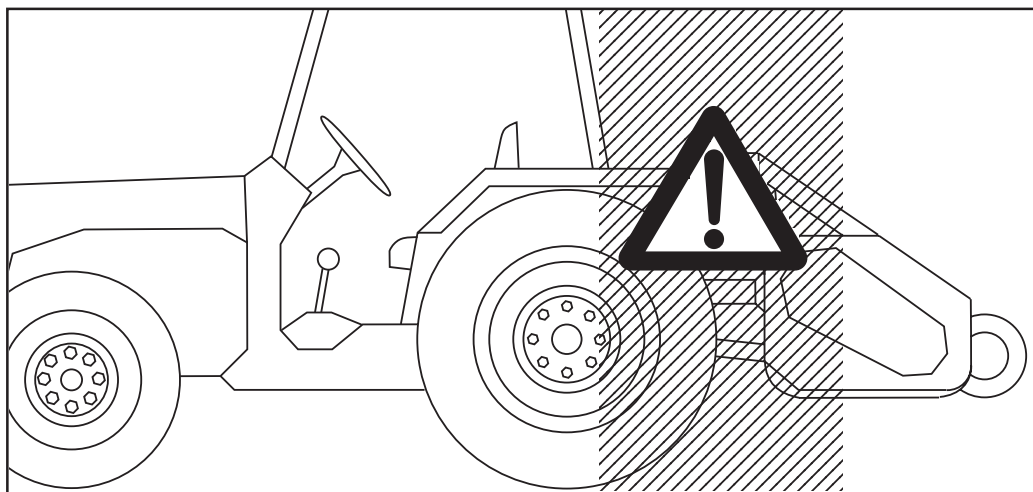

Fig. 7
- 24) È assolutamente vietato interporre tra il trattore e la macchina (Fig. 7) con motore acceso e cardano inserito nonché senza aver azionato il freno di stazionamento ed aver inserito, sotto le ruote, un ceppo o un sasso di bloccaggio. Mantenersi ad una distanza di sicurezza dalla macchina in lavoro, per possibili lanci di corpi contundenti.
- 28) È assolutamente vietato interporre fra il trattore e l'attacco della macchina per manovrare il comando dall'esterno per il sollevamento (Fig. 7).
- 24) *It is absolutely forbidden to stand between the tractor and the implement (Fig. 7) when the engine is running and the cardan shaft is engaged without having first engaged the hand brake and placed a block or stone under the wheels to prevent them from moving. Keep a safe distance from the shredder at work to avoid being hit by possible flying stones, etc.*
- 28) *It is absolutely forbidden to stand between the tractor and the implement when manoeuvring the lift control from the outside (Fig. 7).*
- 24) Es ist absolut verboten, bei laufendem Motor und eingeschalteter Gelenkwelle zwischen den Schlepper und das Gerät zu treten (Abb. 7). Dazu muß die Feststellbremse gezogen werden und unter die Räder ein Bremskeil oder ein großer Stein gelegt worden sein. Achten Sie bei der Arbeit mit der Häckselmaschine auf den nötigen Sicherheitsabstand aufgrund der Auswurfgefahr stumpfer Gegenstände.